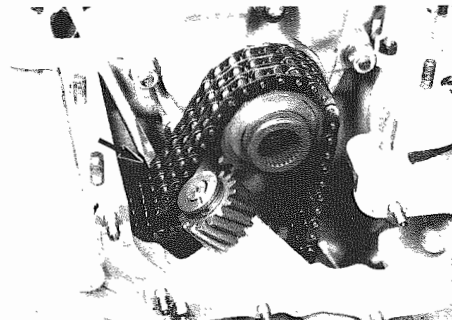

Fig. 79 - Molletta di fermo
- Togliere la molletta di fermo (**Fig. 79**).
- Remove retaining spring (**Fig. 79**).